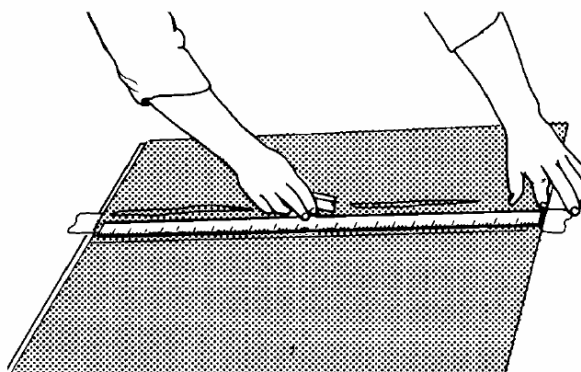

Рис. 10. Разрез сквозь два слоя пленки
8. Острым ножом или лезвием в держателе прорезать оба листа пленки вдоль ровного края рейки по всей ее длине (Рис.10).